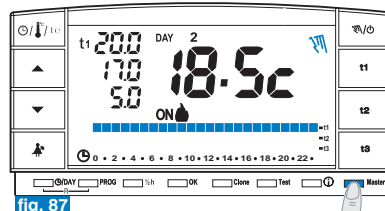

fig. 87
- Premere brevemente il tasto “Master”; sul display scompare la scritta **Master**: il cronotermostato rimane in funzionamento “manuale permanente” e le zone assegnate al master tornano sotto il controllo dei rispettivi trasmettitori (esempio in fig. 87).